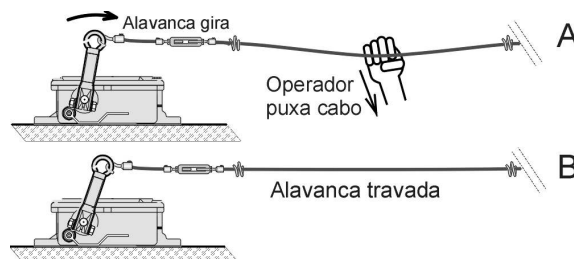

Fig. 6 – Acionamento manual da parada de emergência
- Quando se detectar uma **situação de emergência**, o operador no local, com uma única ação, deverá **puxar o cabo em qualquer direção** (Fig. 6 A). A alavanca de acionamento da chave de emergência será deslocada, girando e travando (Fig. 6 B).